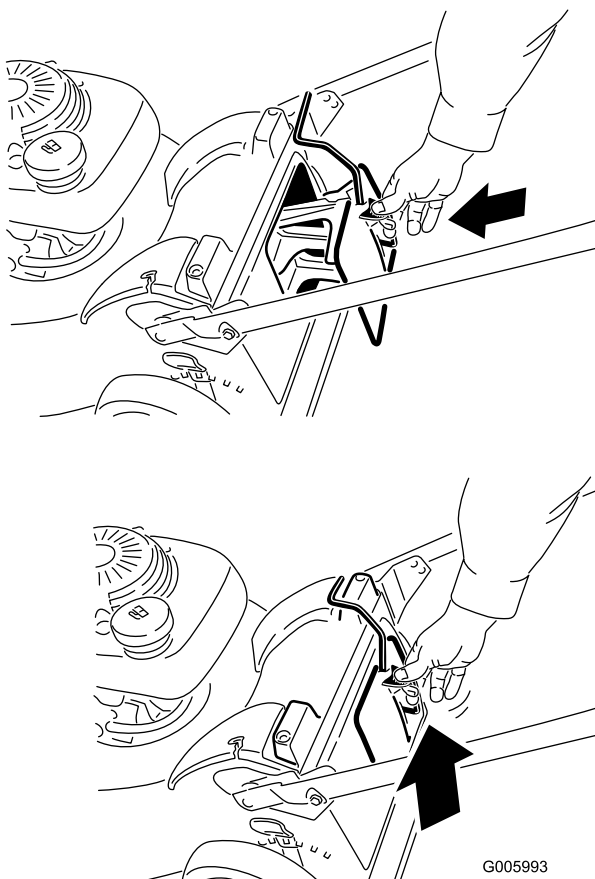

Bild 31
2. Setzen Sie den Mulchverschluss ein (Bild 31).